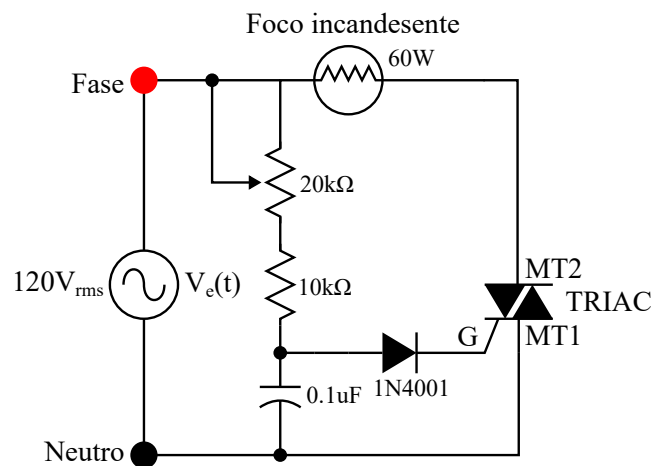

Fig. 8.6
5. Coloque el diodo rectificador, como se muestra en la Fig. 8.6. Conecte el circuito a la línea.